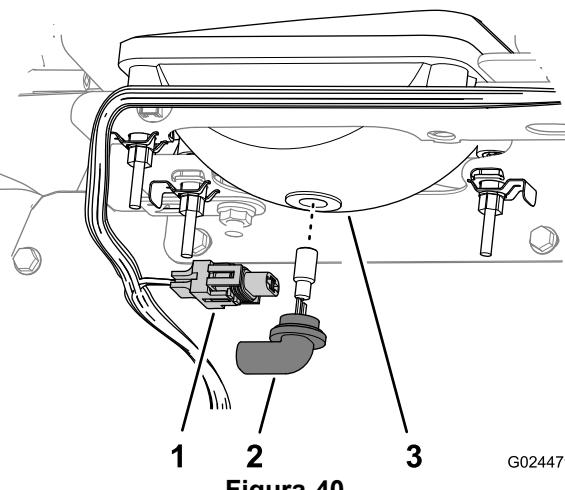

Figura 40
- Desconecte el conector eléctrico del arnés de cables del conector de la lámpara, en la parte trasera de la carcasa del faro (Figura 40).
4. Retire el conjunto de la lámpara girándola 1/4 de vuelta en sentido antihorario y desplazándola hacia atrás (Figura 40).
- Instale el conjunto de lámpara nueva y la carcasa del faro y alinee las pestanas del conjunto de la lámpara con las ranuras de la carcasa del faro (Figura 40).
- Sujete el conjunto de la lámpara girándola 1/4 de vuelta en sentido antihorario (Figura 40).
- Conecte el conector eléctrico del arnés de cables al conector del conjunto de la lámpara nueva (Figura 40).